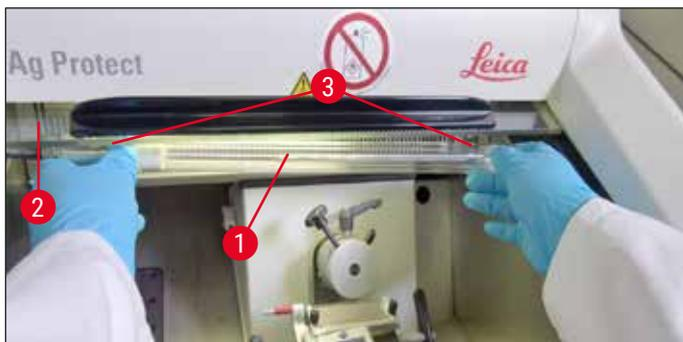

Fig. 63
- Détachez l'anneau métallique (→ Fig. 64-1) sur la douille (→ Fig. 64-2) dans le sens de la flèche (→ Fig. 64-3) et retirez avec précaution de la main droite la lampe de la douille (→ "Fig. 63"), (→ "Fig. 64").